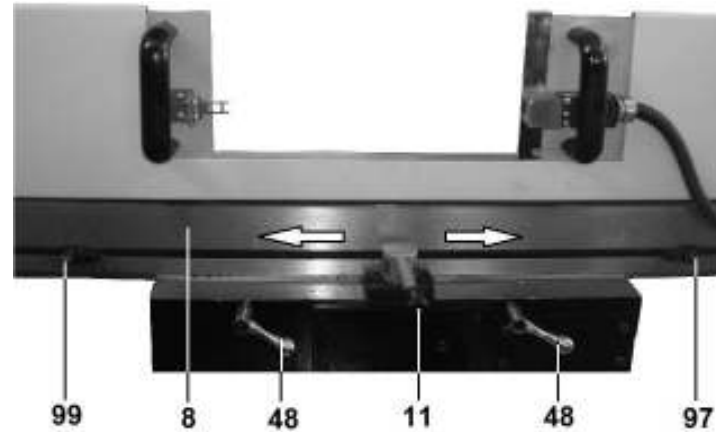
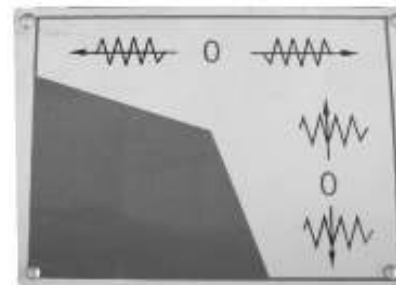
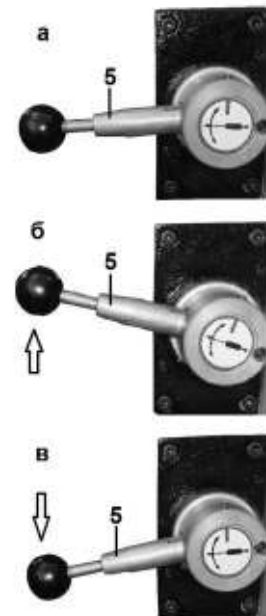

Рис. 30
Рис. 31
Рис. 33
10.4.1. Перед включением автоподачи, зажимными винтами (48) ослабьте фиксированное положение рабочего стола (8), установите ограничители автоматической подачи рабочего стола (97) в нужной позиции (Рис. 30).
10.4.2. Ручку автоматической подачи продольного перемещения рабочего стола (11) (Рис. 30) имеет 3 позиции: «влево», «стоп», «вправо» установите в необходимое направление по схеме (Рис. 31).
### 10.5. Включение автоподачи поперечного перемещения рабочего стола, Рис. 33
10.5.1. Перед включением автоподачи зажимными винтами (36) (Рис. 4) ослабьте фиксированное положение поперечного перемещения рабочего стола (8). Установите ручку подачи поперечного перемещения стола (5) согласно нижней части схемы (Рис. 31) и выберите нужное вам направление (Рис. 33); для этого оттяните на себя рычаг ручки (5). Установите необходимое положение (а - нейтральное, б - «вверх» (вперед), в - «вниз» (назад)). Установив положение, отпустите рычаг ручки (5).